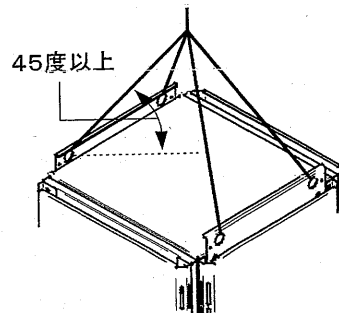

図1
- ・ 本製品を吊上げる場合には、必ず4ヶ所で吊上げ、45度以上の角度で均一な荷重にしてください。45度未満の吊上げ角度、製品可能搭載質量オーバーは落下の恐れがあります。(図1)